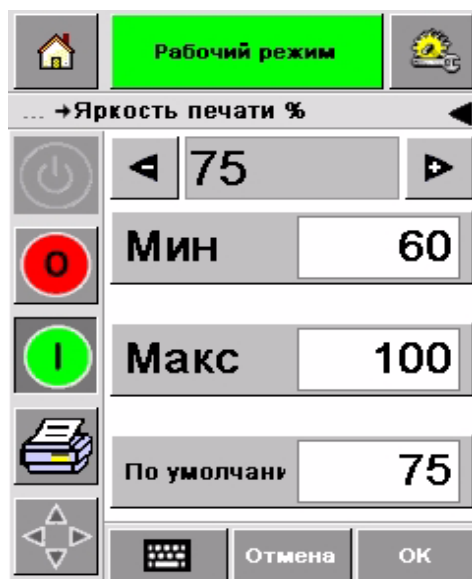

Рисунок 4-18: Параметры затемнения печати
- 4 Нажмите кнопку «Print Darkness» (уровень затемнения), чтобы открыть страницу по установке уровня затемнения печати (Рисунок 4-18 на странице 4-16).